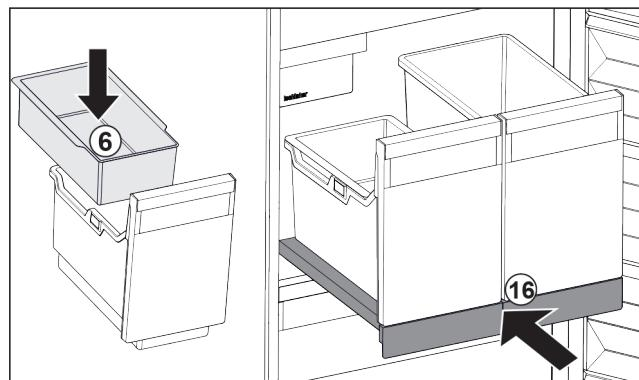

Fig. 25
- Vložte závesnú misku Fig. 25 (6) na kocky ľadu.
- Zasuňte vyťahovaciu poličku s nádobou (IceTower). Fig. 25 (16)